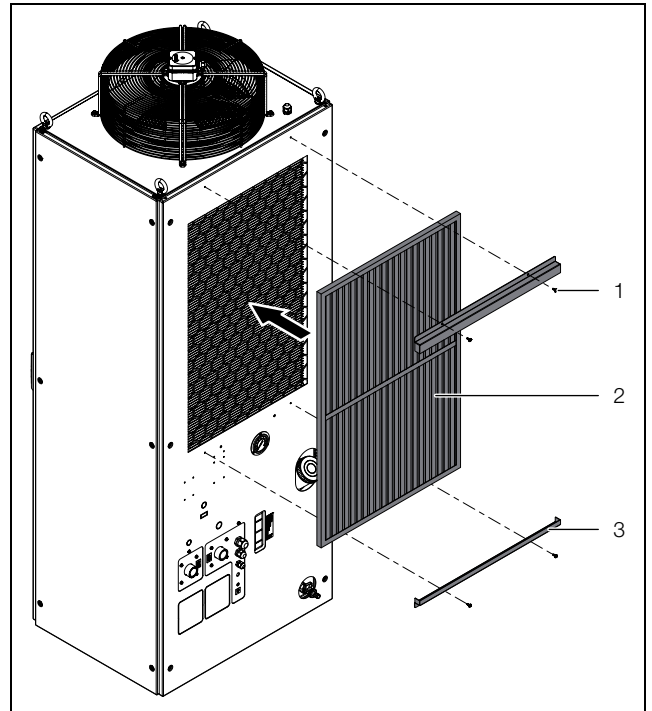

Abb. 11: Einbau der Metallfilter
- Montieren Sie die beiden Halter (Abb. 11, Pos. 3) mit den Befestigungsschrauben (Abb. 11, Pos. 1) auf der Rückseite des Chillers.